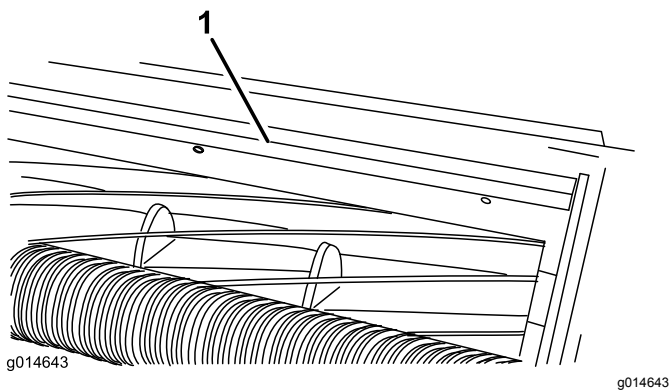

Figura 19
- Allentate le viti che fissano la barra superiore (Figura 19) all'apparato di taglio.